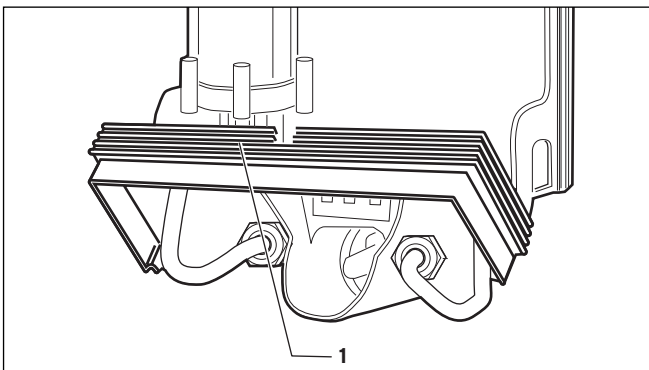

Abb. 4.9 Klapprahmen des Gerätes
- Um die Montage des Wasseranschlusses zu vereinfachen, kann der untere Teil des Geräterahmens nach oben geklappt werden (siehe (1) in Abb. 4.9). Nach der Installation des Anschlusses müssen Sie den unteren Teil des Geräterahmens zurückklappen, bis dieser eingerastet ist. **Der Klapprahmen darf nicht entfernt werden.**